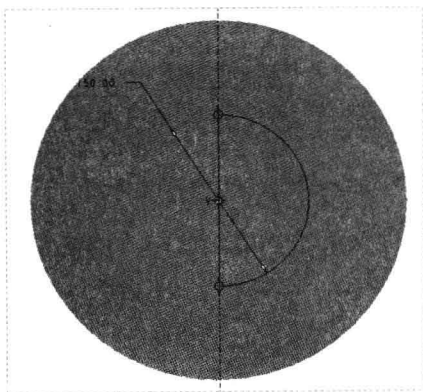

图 8-46 绘制截面
Step 04 选择最上方的圆柱面，弹出“方向”菜单管理器，选择“确定”选项，弹出“草绘视图”菜单管理器，选择“默认”选项，进入草绘环境，单击“草绘”选项卡中的相应按钮，绘制截面，如图 8-46 所示。